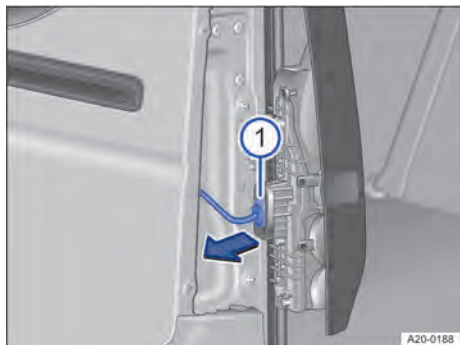

Abb. 175 An der Rückleuchte: Steckverbindung abziehen.
- ① Befestigungsschraube.
1. Steckverbindung in Pfeilrichtung abziehen → Abb. 175 ①.
4. Steckverbindung auf den Lampenhalter stecken → Abb. 175 ①.